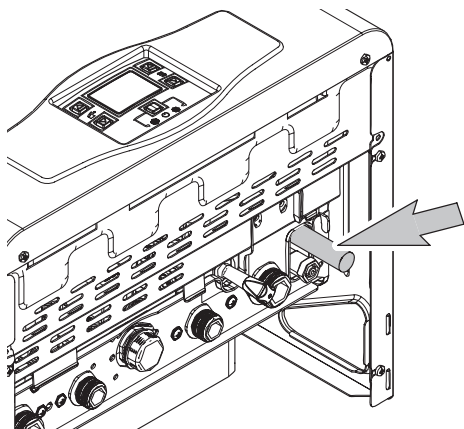

Figura 5.3
- Conectar la descarga de la válvula de seguridad en la Figura 5.3 a un cono de desagüe.